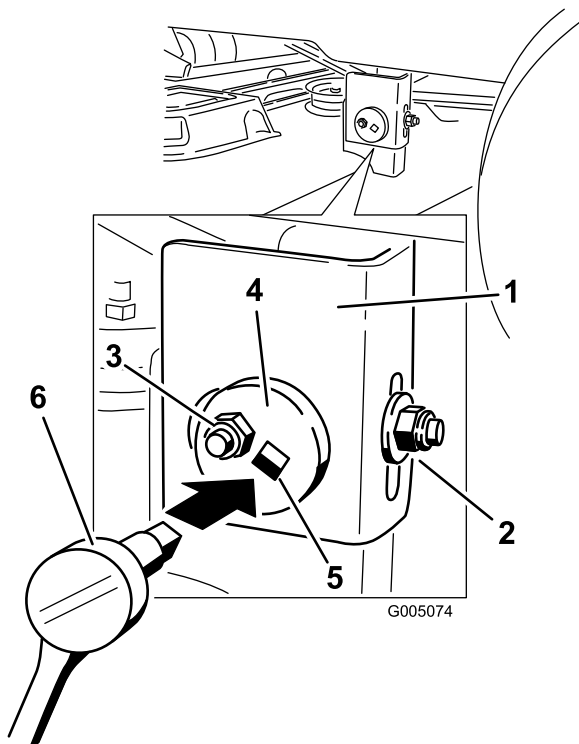

Figure 42
7. Déplacez le côté gauche de la machine. desserrez sans le retirer, l'écrou de blocage arrière sur le support (Figure 42).
8. Desserrez l'écrou de blocage latéral sur le support jusqu'à ce qu'il soit possible d'ajuster la plaque excentrique (Figure 42). Utilisez une clé à douille munie d'une rallonge de 3/8 pouce pour manipuler la plaque excentrique. Utilisez la clé pour repositionner le plateau de coupe à la hauteur voulue.
9. Arrêtez le plateau de coupe et vérifiez sa hauteur, puis serrez l'écrou de blocage latéral sur le support pour fixer cette nouvelle position (Figure 42).